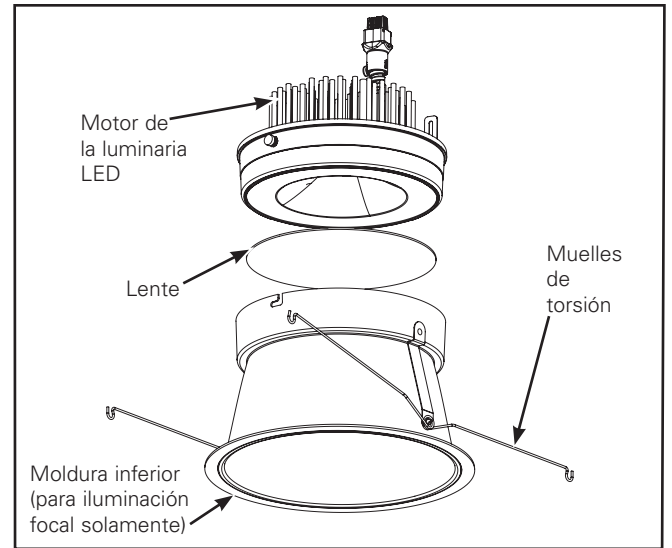

Figura 4. Ensamblaje de la moldura inferior del anillo de la moldura
1. Extraiga el reflector del embalaje protector. Extraiga el motor de la luminaria LED del embalaje protector. (Figura 4.)